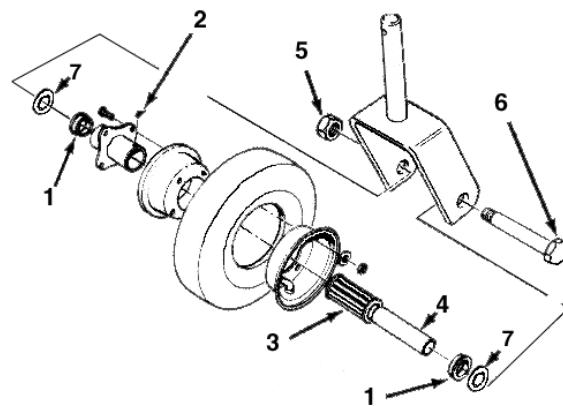

Fig. 10
4. Sæt uddriveren ind i den øverste eller nederste del af monteringsrøret og driv bøsningen ud af røret (fig. 10). Den anden bøsning skal også drives ud af røret. Rens indersiden af monteringsrøret for at fjerne evt. snavs.